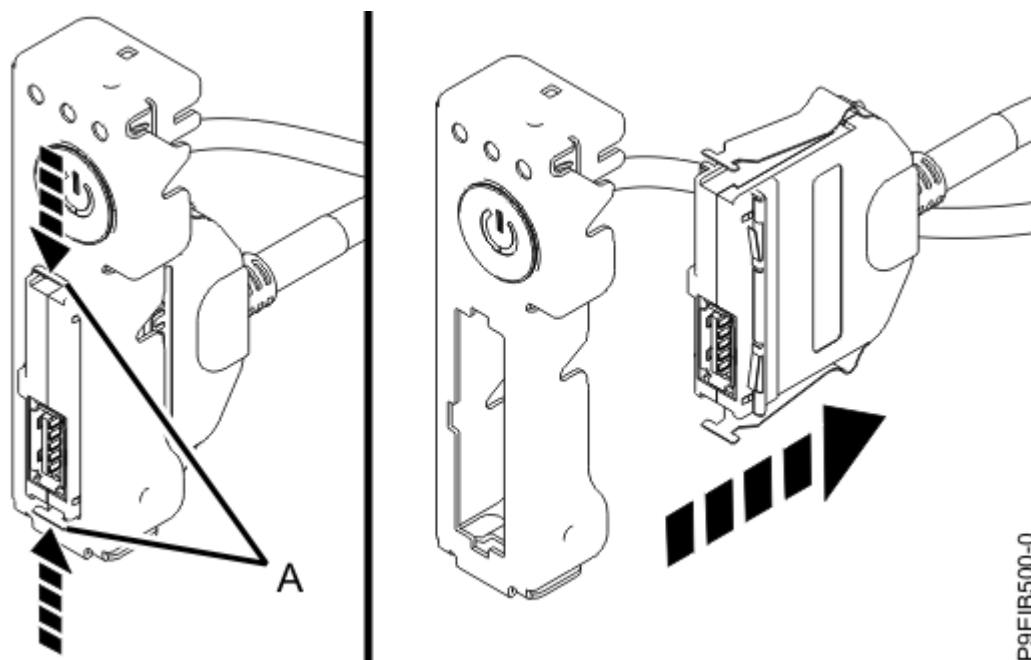

Figure 172. Retrait de l'ensemble câble et connecteur USB du système interrupteur d'alimentation
9. En appuyant sur les languettes **(A)** du connecteur, désolidarisez l'ensemble câble et connecteur USB de l'interrupteur d'alimentation comme illustré dans la Figure 172, à la page 191.